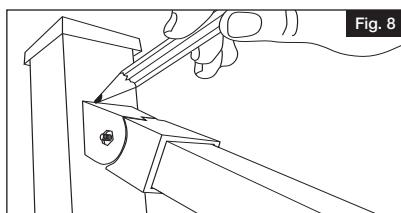

Fig. 8
- Couper les traverses aux emplacements des marques faites à l'étape 3a. Couper toutes les tiges à la longueur enregistrée à l'étape 2. Insérer les extrémités des panneaux coupés dans les supports de rampe d'escalier en s'assurant qu'elles sont orientées correctement. Tester le panneau pour s'assurer qu'il est bien ajusté. Marquer l'emplacement du support sur les quatre poteaux (Fig. 8).